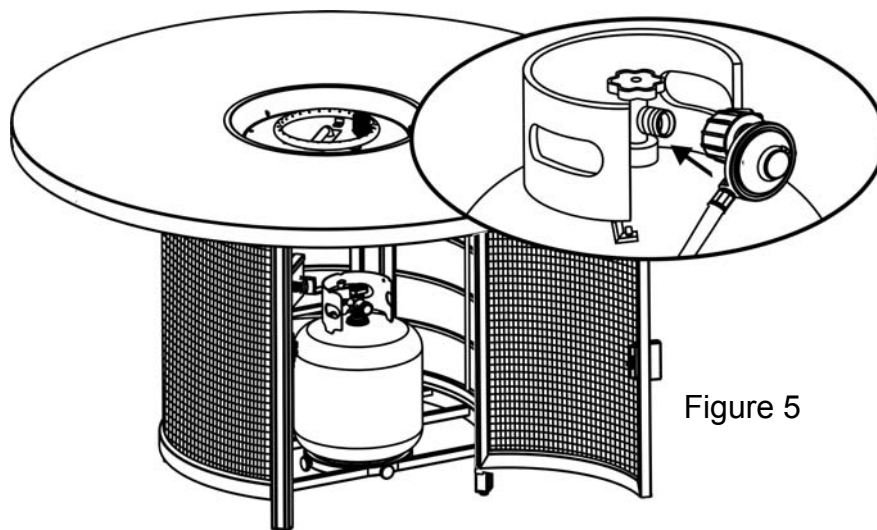

Figure 5
5. Tirez le manche pour lacher la porte et placez le réservoir de gaz propane sur le support. Connecter le détendeur tel que montré sur la figure 5. Visser la poignée noire dans le sens des aiguilles d'une montre pour serrer. Tourner la poignée dans le sens contraire des aiguilles d'une montre pour la retirer. Le tuyau doit pointer vers le bas. Vérifier que le robinet est bien tourné à fond dans le sens des aiguilles d'une montre sur la position « Off » (Arrêt). Ouvrir le robinet de la bonbonne. Appliquer une solution d'eau savonneuse sur la connexion du détendeur de la bonbonne et sur celle du tuyau-robinet pour déceler d'éventuelles fuites. Si la solution fait des bulles, la connexion fuit. Dans ce cas, fermer le robinet de la bonbonne et resserrer les connexions.